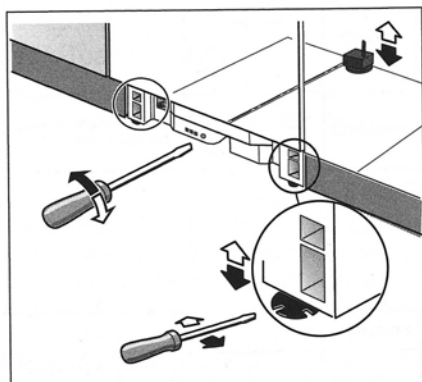

Figura 23
- Use un destornillador y dé golpes ligeros en el extremo con un martillo para hacer girar las patas (vea la Figura 23).